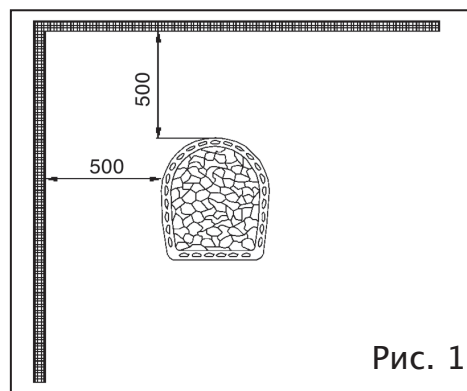

Рис. 1
1. Distance to wooden components from vertical sides of sauna woodburning stove without heat shield min. 500 mm. (Figure 1)
1. Расстояние безопасности от поверхности дровяной каменки до незащищенных деревянных конструкций должно быть мин. 500 мм (См. рис. 1)